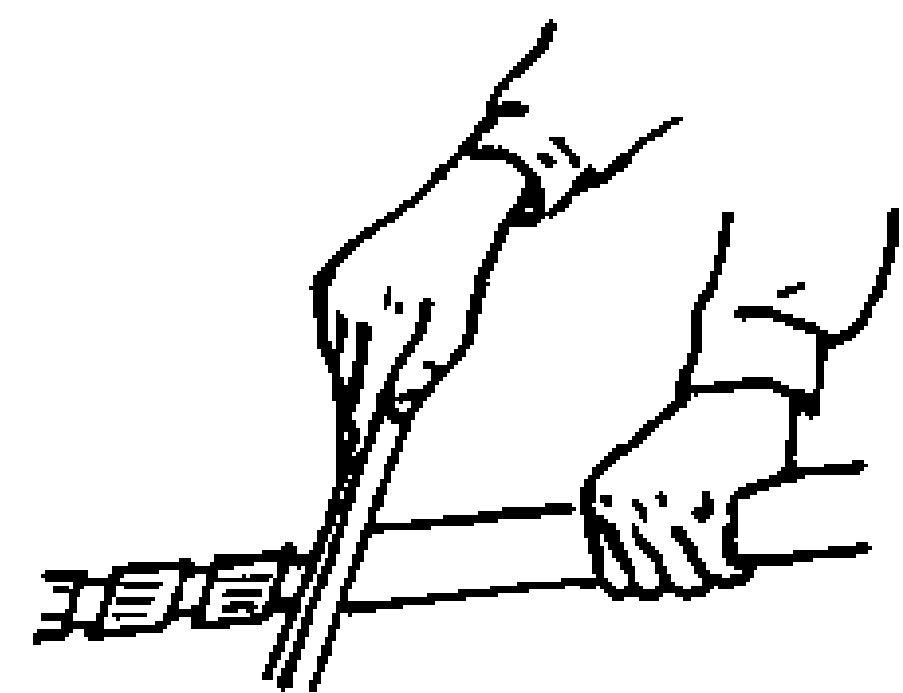

图 3—17 锯切钢带
(1) 清理场地，用木板垫起电缆接头，使其水平并调直。
(2) 将绝缘纸或电缆心线松开，浸到 150℃ 的电缆油中，检查电缆是否受潮。
(3) 用绝缘电阻测量仪测量绝缘电阻并核对相序，做好记号和记录。
(4) 按环氧树脂预制外壳的尺寸，确定剥切铝包的长度，确定剖切钢带铠装层的尺寸，并做上标记。
(5) 在标记以下约 100mm 处的钢带上，用浸有汽油的抹布把沥青混合物擦净，再用砂布或锉刀打磨，使其表面显出金属光泽，涂上一层焊锡，以备放置接地线用。
(6) 锯切钢带铠装层。用专用的刀锯在钢带上锯出一个环形深痕，深度为钢带厚的 2/3，切勿伤及其他包层 (图 3—17)。